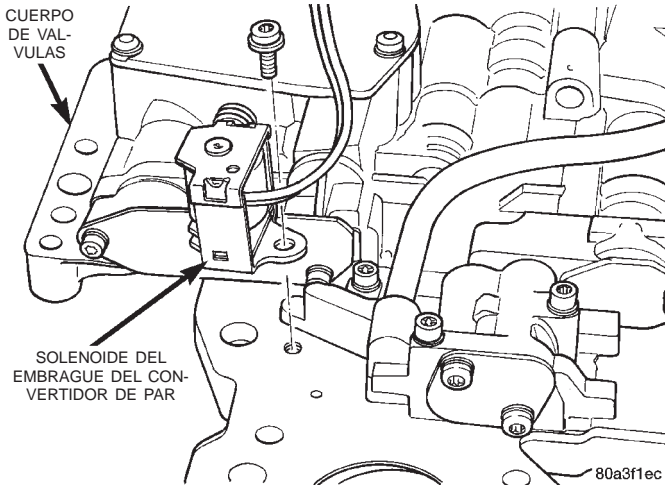

Fig. 62 Solenoide del embrague del convertidor
(36) Si fuese necesario, instale un anillo O nuevo en el solenoide del embrague del convertidor (Fig. 62).
(37) Inserte el solenoide del embrague del convertidor en la placa de transferencia (Fig. 62).
(38) Instale el tornillo que fija el solenoide a la placa de transferencia (Fig. 62).